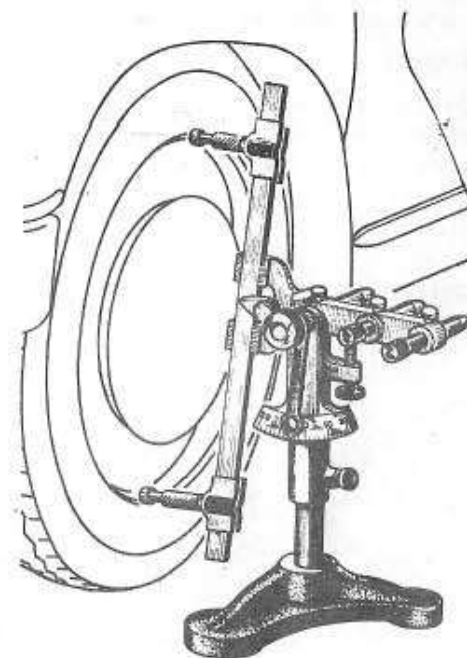

Fig. 16
N.B.- La vérification du carrossage peut être avantageusement effectuée avec l'appareil Wilmonda LAV (Fig. 16), ou avec l'appareil optique OPA. L'utilisation de ces appareils est indiquée dans la Notice du Constructeur.
Le contrôle pourra être réalisé d'une manière simple et rapide, en utilisant l'appareil de vérification Wilmonda LAV (Fig. 16), (se référer à la Notice du Constructeur). On peut également employer l'appareil optique OPA.